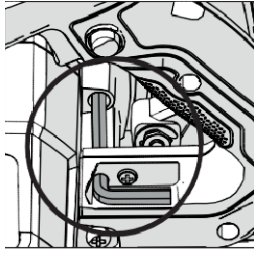

Рис. 1
- Найдите прилагаемый шестигранный ключ для смены пильного диска, который находится во встроенном держателе (аналогично расположенном на всех устройствах). **(Рис. 1)**